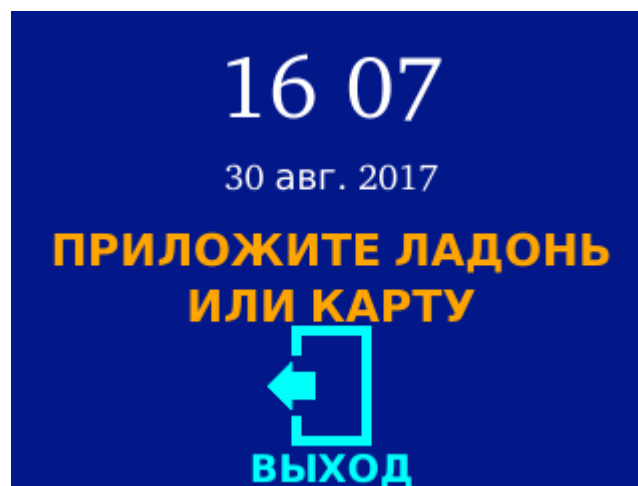

Рисунок 18. Экран терминала в режиме «Отметка на выход»
- Отметка на выход (рисунок 18)